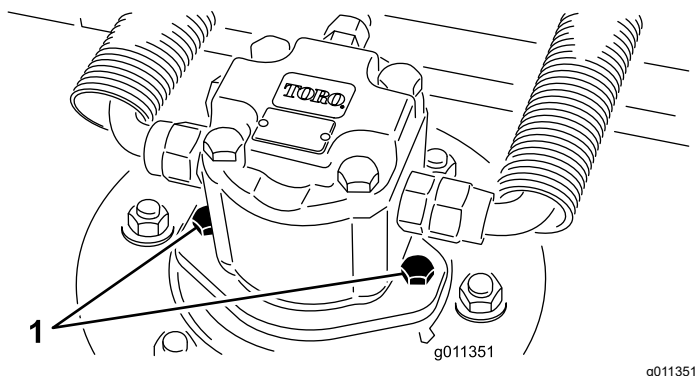

图 80
2. 从滚刀组中断开并取出液压马达图 80。盖住铰轴的顶部防止污染。
3. 将液压马达安装到滚刀组上图 80。确保 O 形圈到位且没有受到损坏。